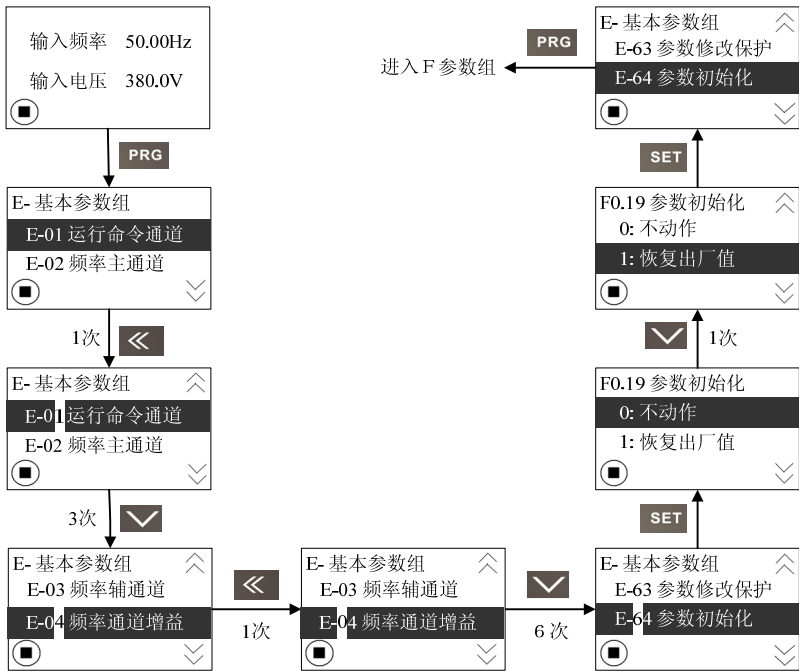

图 4-8：换行操作界面流程
(1) 换行操作界面流程：以功能代码 E-64 下参数初始化设定为例来介绍，设定 E-64 参数值为 1，就能完成参数初始化，具体操作如图 4-8 所示。